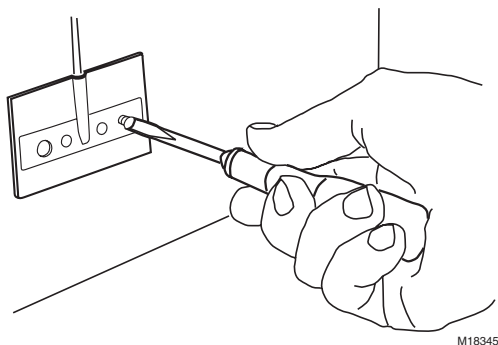

Fig. 11. Fixation du support de bulbe à la paroi de la gaine.
7. Utiliser des vis pour fixer le support de bulbe à la paroi de la gaine. Voir la Fig. 11.